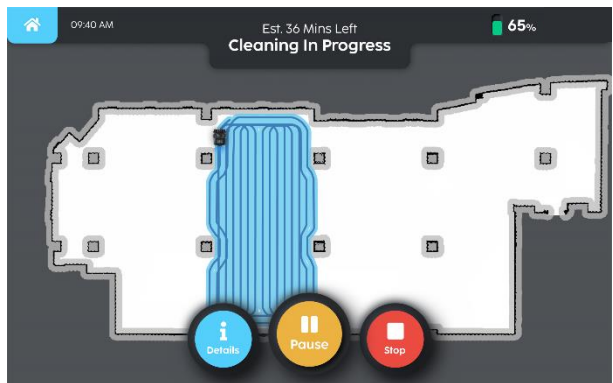

Fig. 8
5. Le robot commence à nettoyer la zone (Fig 8).